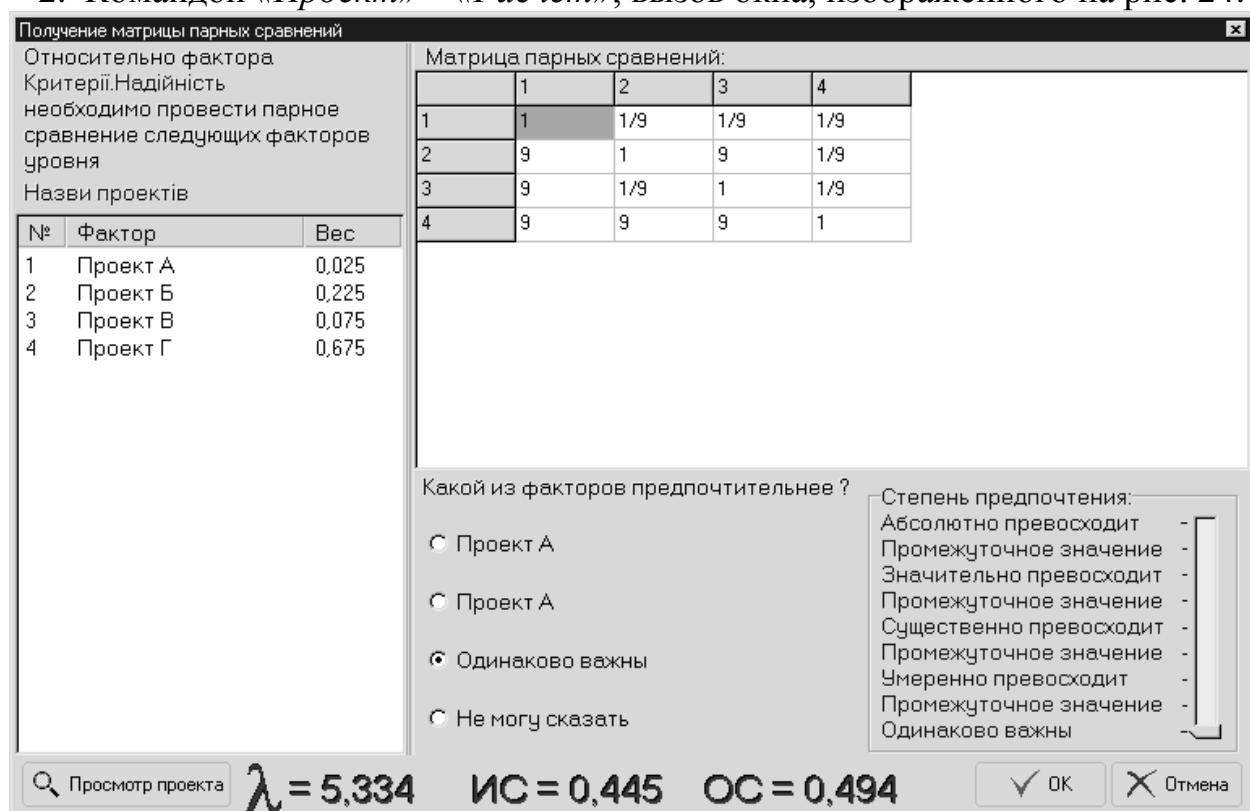

Рис. 24. Окно «Получение матрицы парных сравнений»
2. Командой «Проект» – «Расчёт», вызов окна, изображённого на рис. 24: